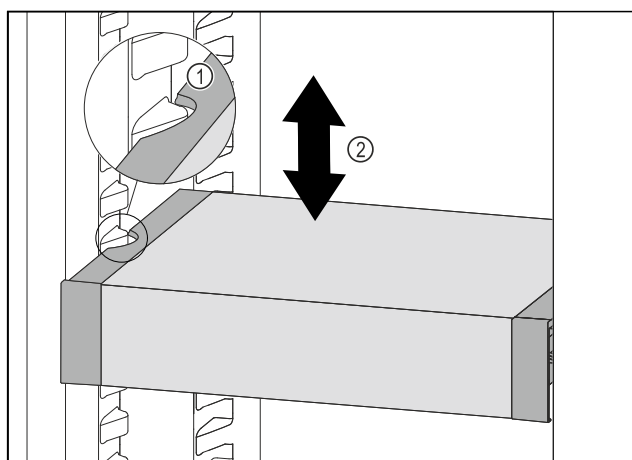

Fig. 52
- ▶ VarioSafe w chłodziarce przesunąć w górę lub w dół, aż zostanie osiągnięta żądana wysokość. Fig. 52 (2)